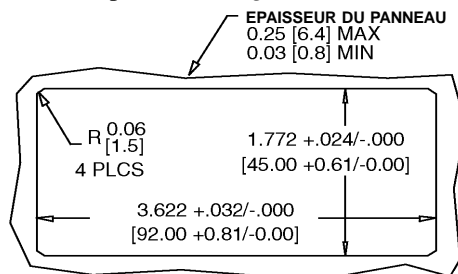

Figure 1.1. - Dimensions du perçage pour montage panneau en pouces (en millimètres entre parenthèses)
2. Percer le panneau de fixation comme indiqué ci-après. (voir Figure 1.1.)